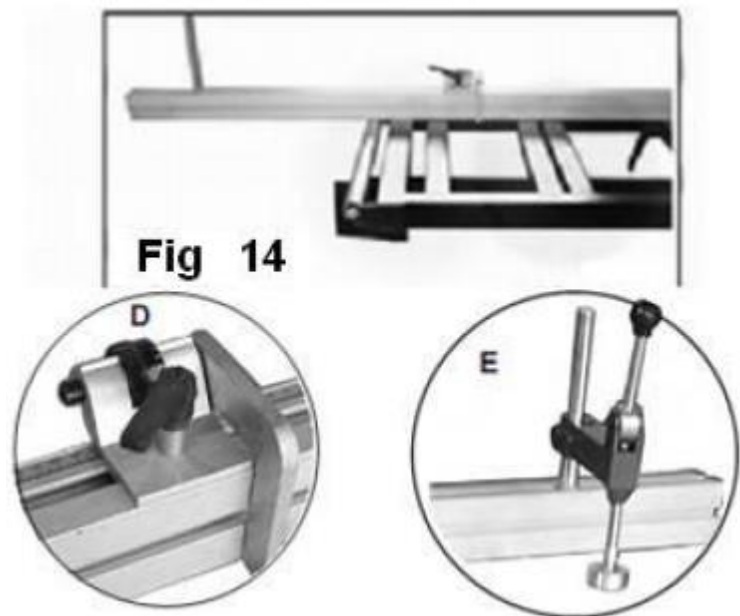

Рис.18
5. Надеть на параллельный упор перекидной упор (D).
7. При необходимости на шпильку (E) **Рис.18** надеть кронштейн прижима.